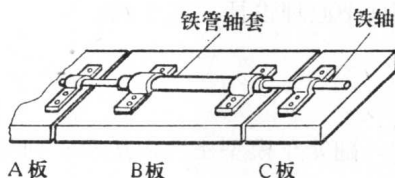

图 1-6 轨道底板的连接方法
2. 轨道：从一块宽 60 毫米、厚 7 毫米的木板上，截下长度分别为 300 毫米、70 毫米、30 毫米的三段，依次称为 A 板、B 板、C 板。将一根长 70 毫米、内径 4 毫米的铁管固定在 B 板底面的纵向中心线上，称为铁管轴套。再取一根长 200 毫米的 10 号铁丝（直径 3.3 毫米左右）作为转动轴，穿过 B 板的铁管轴套，用铁片将两端牢牢地固定在 A、C 板底面，如图 1-6。这样 3 块板便连在了一起，注意板间要有很小的缝隙，使 B 板能绕轴自由转动。